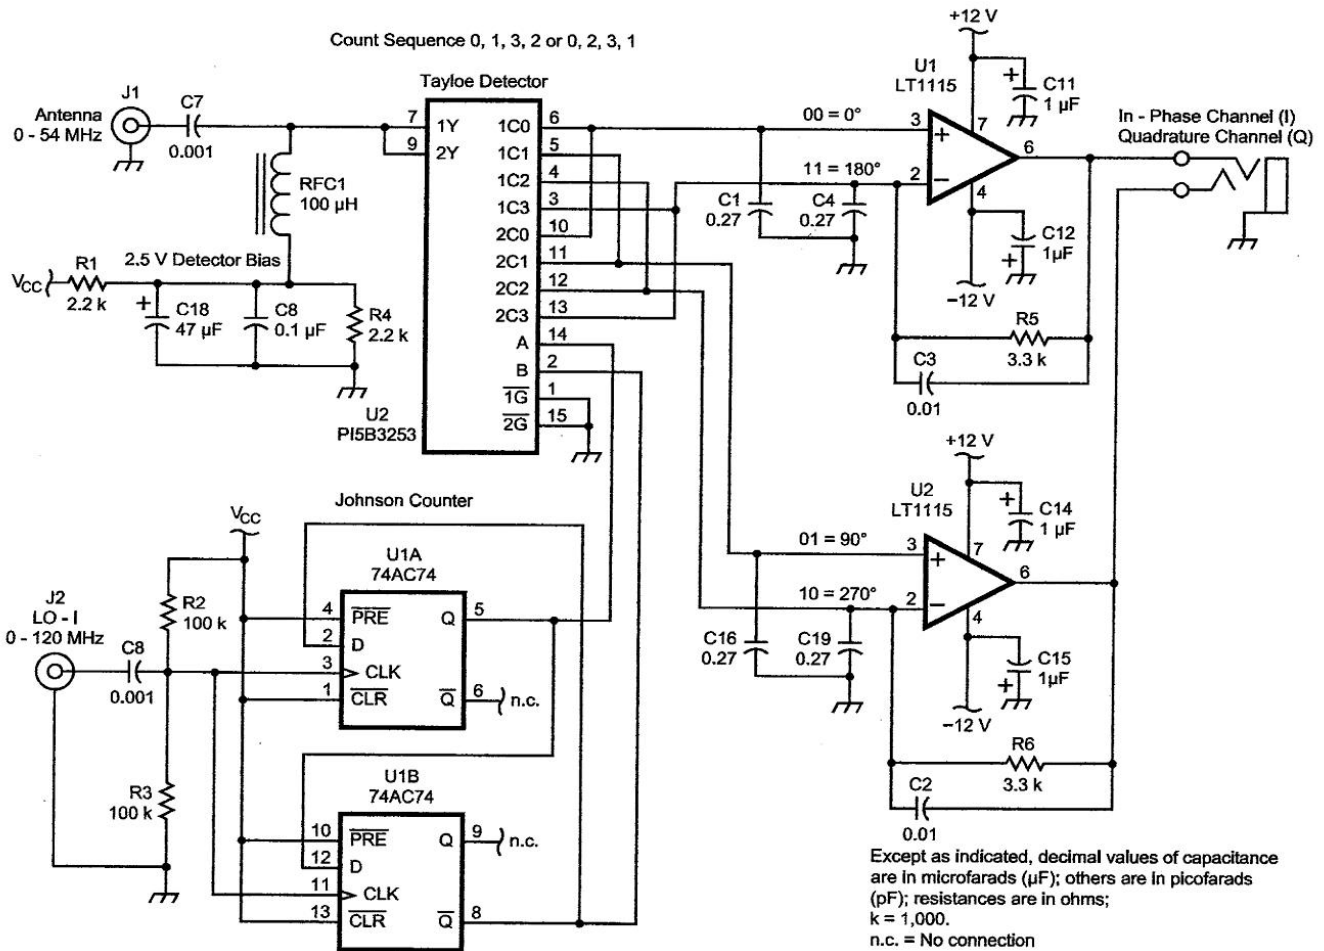

Fig. 12-Détecteur de Taylor équilibré
La figure 12 donne le schéma d'un détecteur de Taylor, simple, à équilibrage séparé. Il se compose d'un PI5B3253, diviseur par quatre, démultiplexeur qui dirige le signal vers chacun des quatre condensateurs de découpage. Le circuit 74AC74, double flip-flop, est connecté à un compteur Johnson, diviseur par 4, qui fournit la fréquence de comptage, en double phase, au circuit démultiplexeur. Les sorties des condensateurs de découpage sont additionnées par deux amplificateurs opérationnels à très faible bruit, pour donner (I) et (Q) en sortie. Notez que l'impédance d'antenne constitue la résistance d'entrée pour fixer le gain des amplis, comme le précise l'Equ7. Cette impédance peut varier de façon significative selon l'antenne réelle. J'emploie des amplificateurs d'instrumentation dans mon projet définitif pour éliminer les variations de gain dues à l'impédance d'antenne. La réalisation définitive fera l'objet de d'informations plus détaillées dans un prochain article.